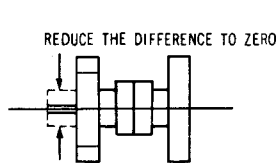

Figure 19 Abb. 19
15. R634 auf Minimum (R-Y)-Signal einstellen. Vgl. Abb. 19.